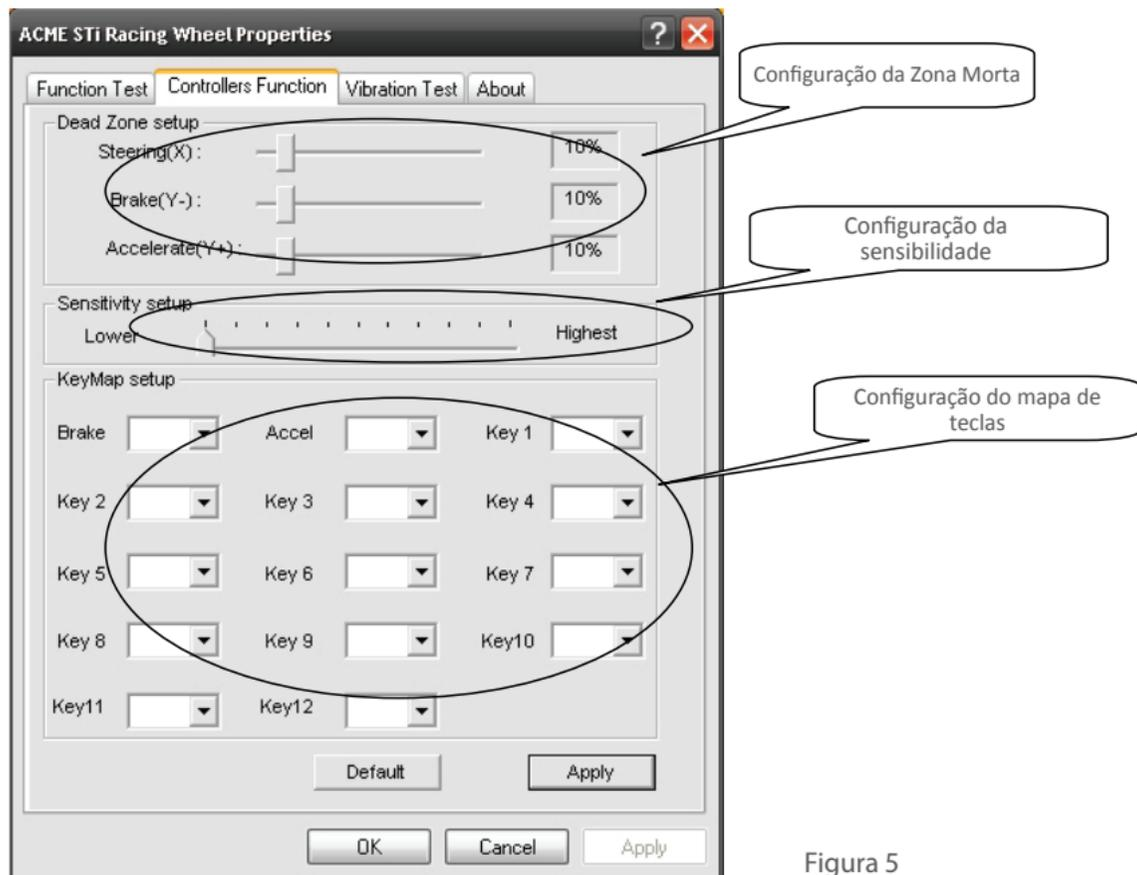

Figura 5
- Poderá configurar a zona morta original para a direcção do volante (eixo X), aceleração (eixo Y), travões (eixo Z), conforme se descreve de seguida. (ver figura 5 “Configuração da Zona Morta”)
- A sensibilidade do volante poderá ser ajustada em diferentes graus, de baixo a elevado, e conforme se descreve de seguida. (ver figura 5 “Configuração da sensibilidade”)
- A aceleração, travão do volante e as teclas 1 a 12 são intercambiáveis (mapeamento das teclas). (ver figura 5 “Configuração do mapa de teclas”, conforme se segue).